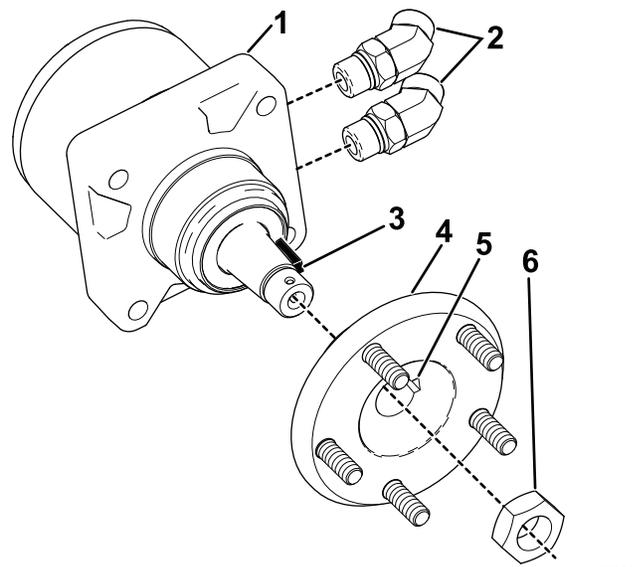

Figura 2
4. Deslice un cubo (proporcionado en el kit) en cada uno de los motores, alineando la chaveta semicircular del motor con la ranura en el cubo (Figura 2).
6. Instale dos acoplamientos hidráulicos de 45° en cada motor (Figura 2). Coloque los acoplamientos de manera que estén orientados directamente hacia atrás.